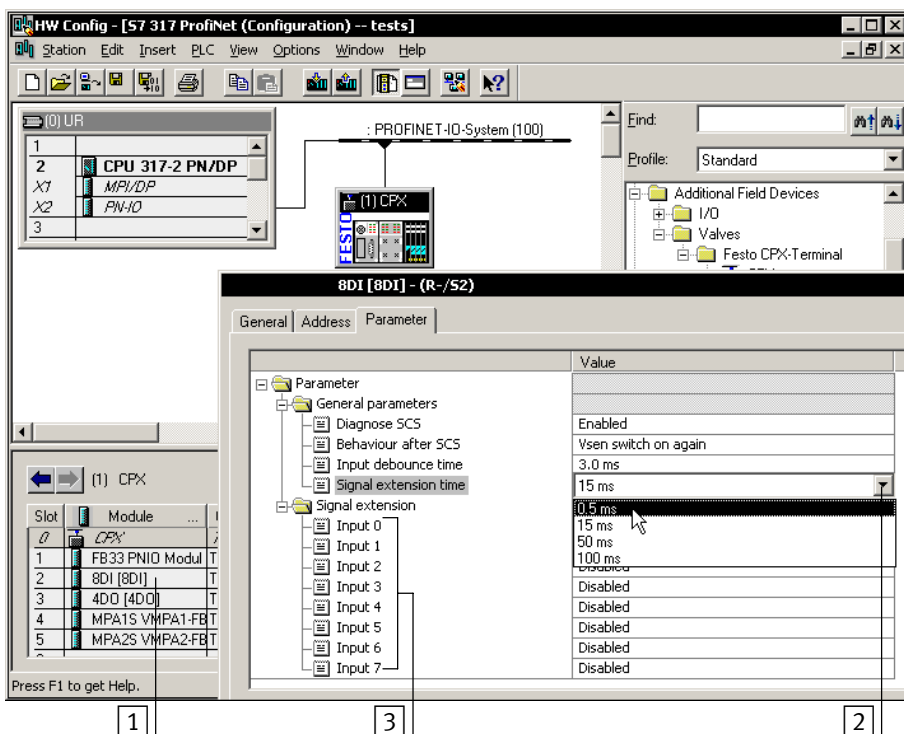

Bild 2/12: Inställning av modulparametrar med Siemens STEP 7
2. Dubbelklicka i konfigurationstabellen på beteckningen för den modul som du vill parametrisera ([1] i Bild 2/12). Då visas dialogfönstret "Properties ..." (Egenskaper ...).